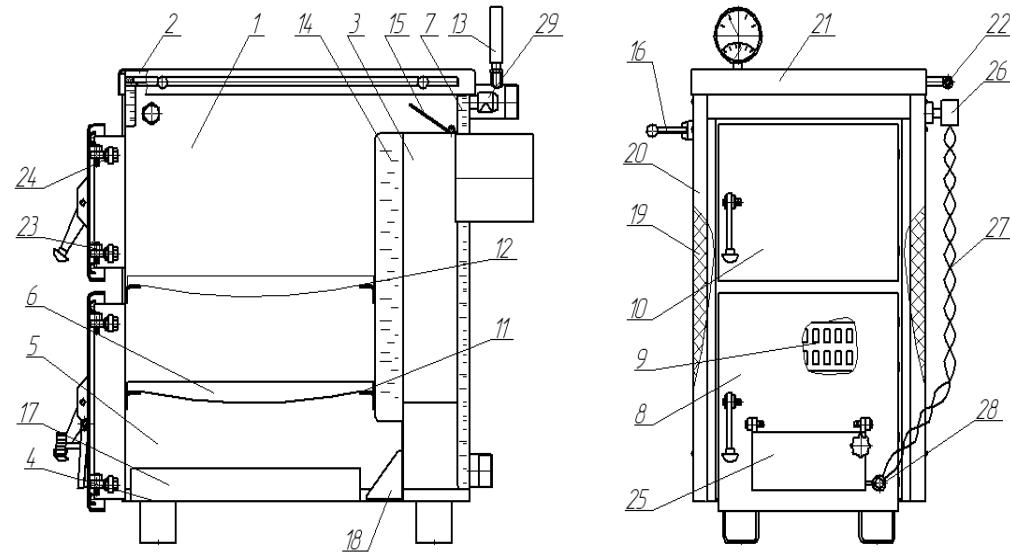

Рис. 1. Апарат комбінований твердопаливний водогрійний АКТВ
- відкрити заслінку розпалу 15 повернувши ручку 16 до верху і витягнувши на себе. Через дверцята топки 9 (рис.1) провести розпал апарату, після чого їх закрити.